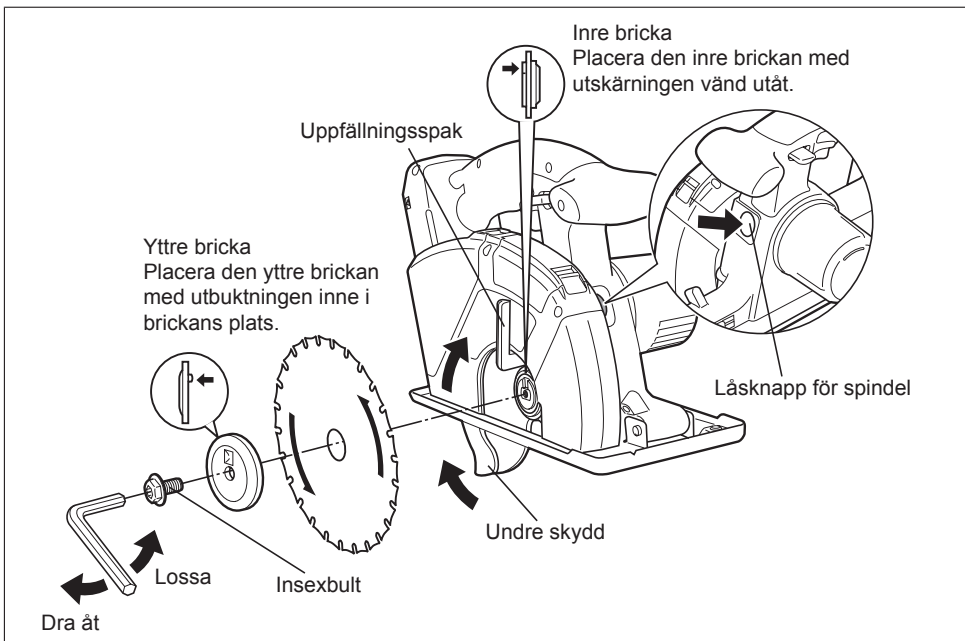

Bild 6
Kontrollera att insexbulten är ordentligt åtdragen (se bild 6).
4. Montera klingan enligt bilden (se bild 6). Kontrollera att rotationsriktningspilarna på klingan och det genomskinliga skyddet pekar åt samma håll.